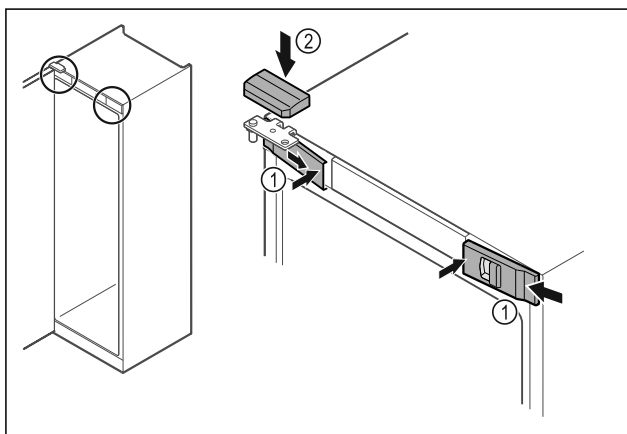

Fig. 45
- ▶ Закачете предните капаци Fig. 45 (1) отстраните и фиксирайте навътре.
- ▶ Фиксирайте горния капак Fig. 45 (2) отгоре.